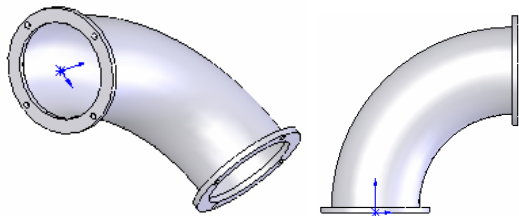

图 4-87 弯管
⑭ 至此，弯管创建完成，点击保存按钮，将零件保存为“弯管.sldprt”。使用旋转观察功能，最后结果如图 4-87 所示。